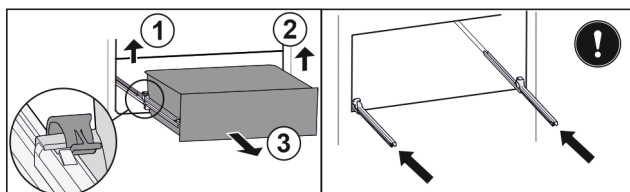

Fig. 34*
- Приподнимите левый зажим и одновременно вытяните движением вперед выдвижной ящик слева Fig. 34 (1).*
- Приподнимите правый зажим и одновременно вытяните движением вперед выдвижной ящик справа Fig. 34 (2).*
- Извлеките выдвижной ящик движением вперед Fig. 34 (3).*